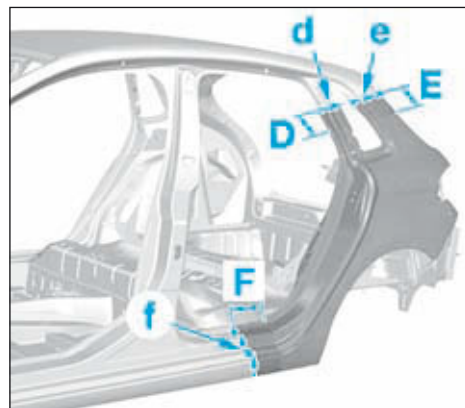

FIG.97
- Tracer puis découper en (d), (e) et (f) dans les zones de coupe (D), (E) et (F) (Fig.97).